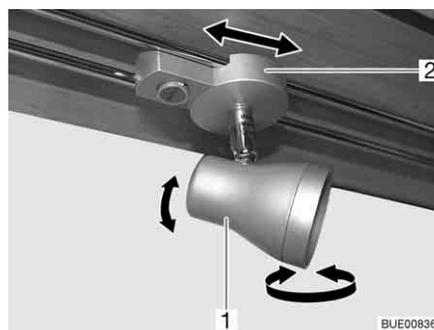

Fig. 58 Foco
Girar: ■ Coger la carcasa (Fig. 58,1) y girarla.
- Coger el soporte (Fig. 58,2).